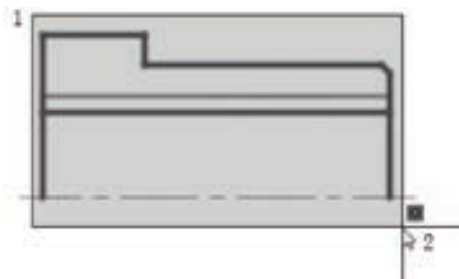
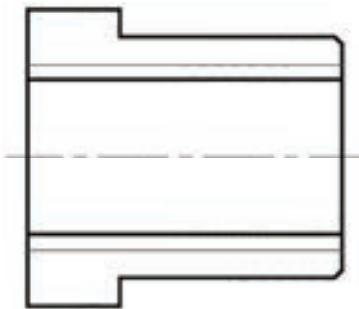

图 8-90 选择要镜像的对象
图 8-91 镜像结果
16) 镜像操作。以框选的方式从左到右指定角点 1 和角点 2 来选择完全位于选择框内的所有对象 (见图 8-90), 单击“镜像”按钮, 接着在中心线上分别指定两点来定义镜像线, 最后得到的镜像结果如图 8-91 所示。